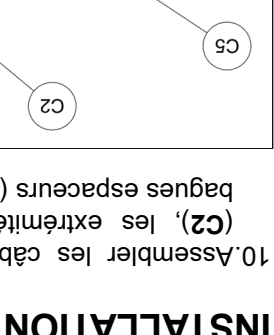

Fig. 17
12. Insérer le boulon (C3) dans le trou libre de l'ancrage. Positionner l'extrémité en aluminium du limiteur de conduite au boulon (C3). Utiliser la rondelle (C6) et l'écrou (C7) pour fixer le limiteur de conduite en place. Serrer l'écrou à un couple de 50 N•m [37 lb•pi]. Voir la Fig. 17